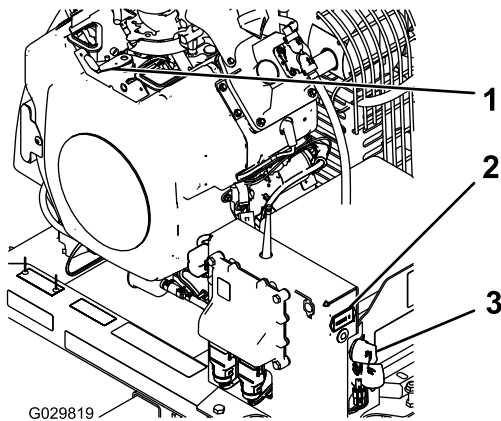

図 12
3. 始動キーをSTART位置に回す **図 12**。
3. 機械から離れる場合には、キーを OFF 位置に回してエンジンから抜き取る 図 12